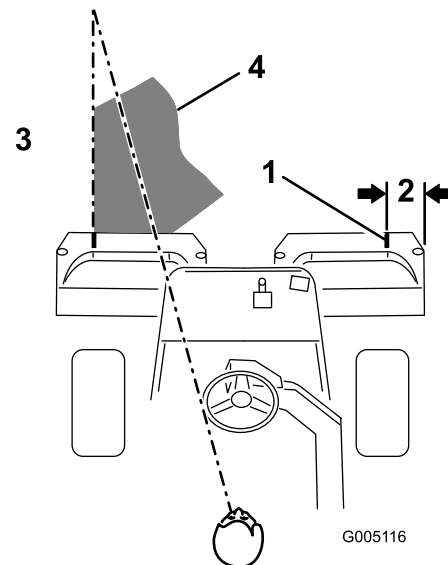

Figura 23
**Nota:** Para ayudar a mantener una línea recta a través del green y mantener la máquina a la misma distancia del borde de la pasada anterior, imagine una línea que va desde un punto situado a 1.8 m – 3 m (6' a 10') aproximadamente por delante de la máquina, hasta el borde de la parte no segada del green (Figura 23). Incluya el borde exterior del volante como parte de la línea imaginaria, es decir, mantenga el borde del volante alineado con un punto que se mantiene siempre a la misma distancia de la parte delantera de la máquina.